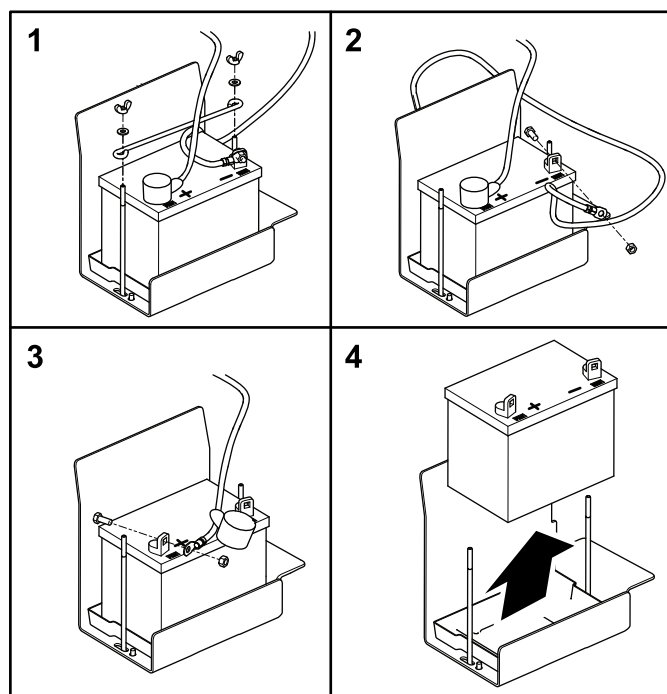

Figure 54
2. Retirez les écrous à oreilles et les rondelles qui fixent la barrette de maintien de la batterie (Figure 54).